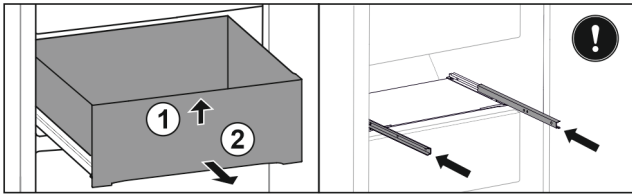

Fig. 113
- ▶ Підняти висувний ящик спереду. Fig. 113 (1)
- ▶ Вийняти висувний ящик рухом вперед. Fig. 113 (2)